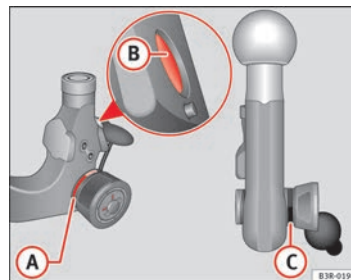

Fig. 165 Dispositivo desmontable para remolque: Rótula
- Compruebe si la marca roja (A) ⇒ página 217, fig. 165 de la rueda moleteada se encuentra en la zona negra de la rótula.
- Compruebe si las bolas del perno de bloqueo (B) que se encuentran en los orificios del vástago de encaje están hundidas.
- Compruebe que la rueda moleteada sobresalga claramente de la rótula, de forma que entre ambas quede una ranura (C).